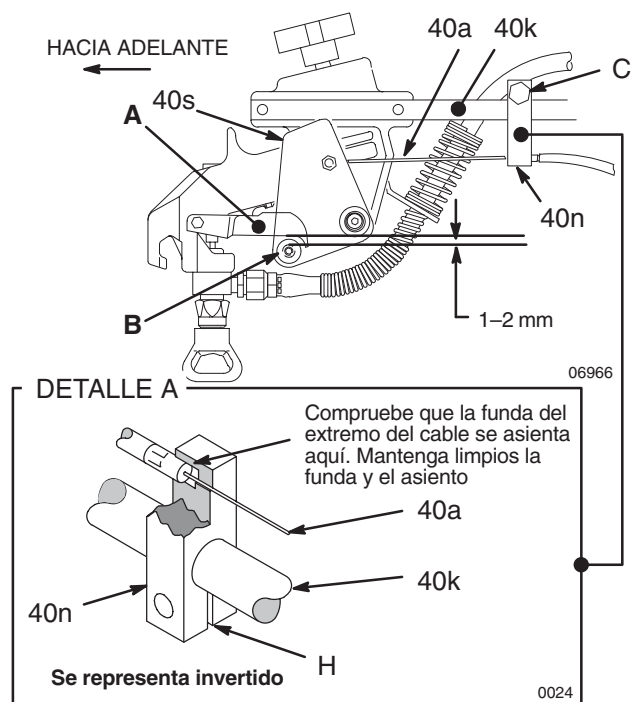

Fig. 6
Para reducir el riesgo de lesiones producidas por la inyección de producto debido a disparos accidentales de la pistola, desenganche siempre el cable disparador del bloque antes de manejar la pistola. Vea la Fig. 6, DETALLE A. **¡Al soltar el cable, la pistola se disparará brevemente!** Antes de retirar la pistola del soporte, enganche el seguro del gatillo de la pistola.
1. Para desenganchar el cable, sujételo (40a) justo por detrás del bloque (40n). Tire hacia atrás del cable unos 13 mm y después hacia arriba, fuera del bloque. **¡La pistola se disparará brevemente!** Vea la Fig. 6.
2. Para enganchar el cable, deslícelo (1) dentro del bloque (48), asegurándose de que el extremo de la funda del cable se asiente firmemente en el asiento del bloque. **¡La pistola se disparará brevemente!** Vea la Fig. 6.
Vea la Fig. 6
No deje que el cable (40a) roce contra los bordes exteriores de la ranura (H) del bloque (40n), con el fin de evitar el desgaste prematuro del cable. Gire ligeramente el bloque para eliminar el roce. Vea la Fig. 6, DETALLE A.